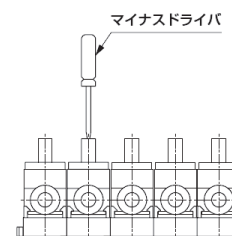

図1 省スペースを優先したマニホールド設置
- つまみ上部の“-”を使用してドライバ等で操作することをおすすめします。(※図1)